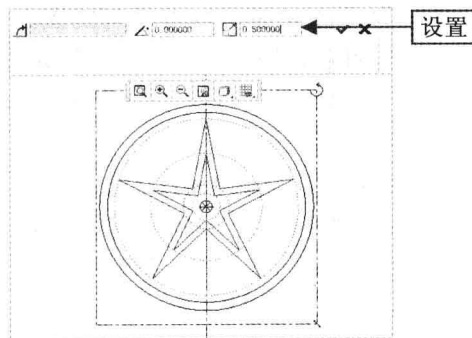

图 2-115 设置参数
Step 04 执行操作后，在绘图区的圆心上单击鼠标左键，弹出“旋转调整大小”选项卡，在“以值或表达式的形式输入缩放因子”数值框中输入 0.5 并确认，如图 2-115 所示。